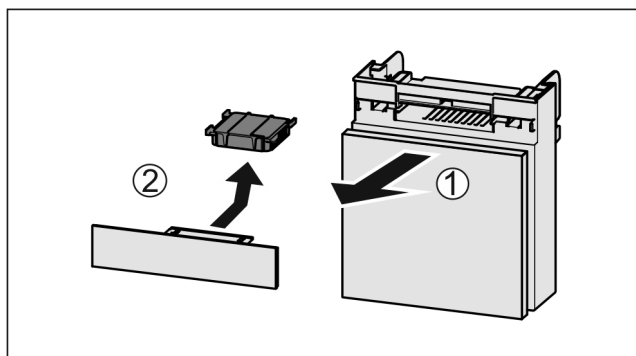

Fig. 131
- Fach nach vorne herausziehen Fig. 131 (1).
- Aktivkohlefilter entnehmen Fig. 131 (2).